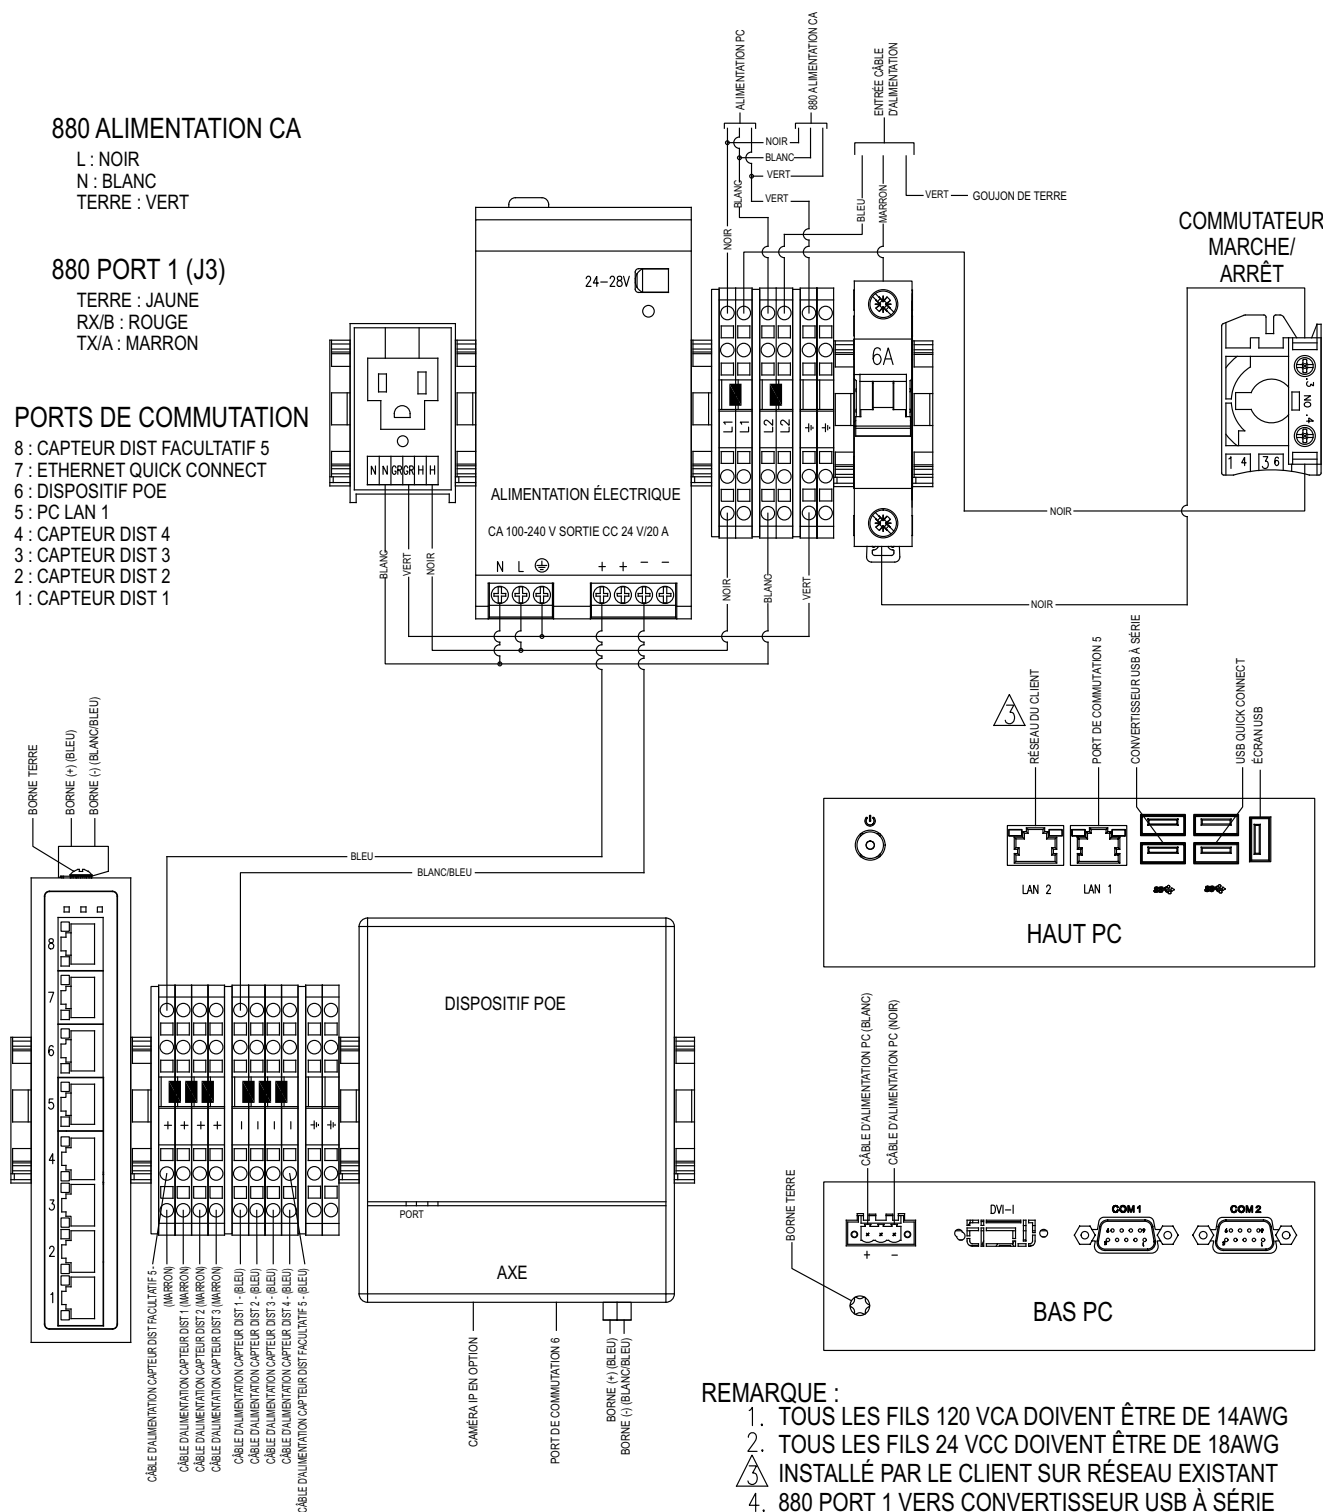
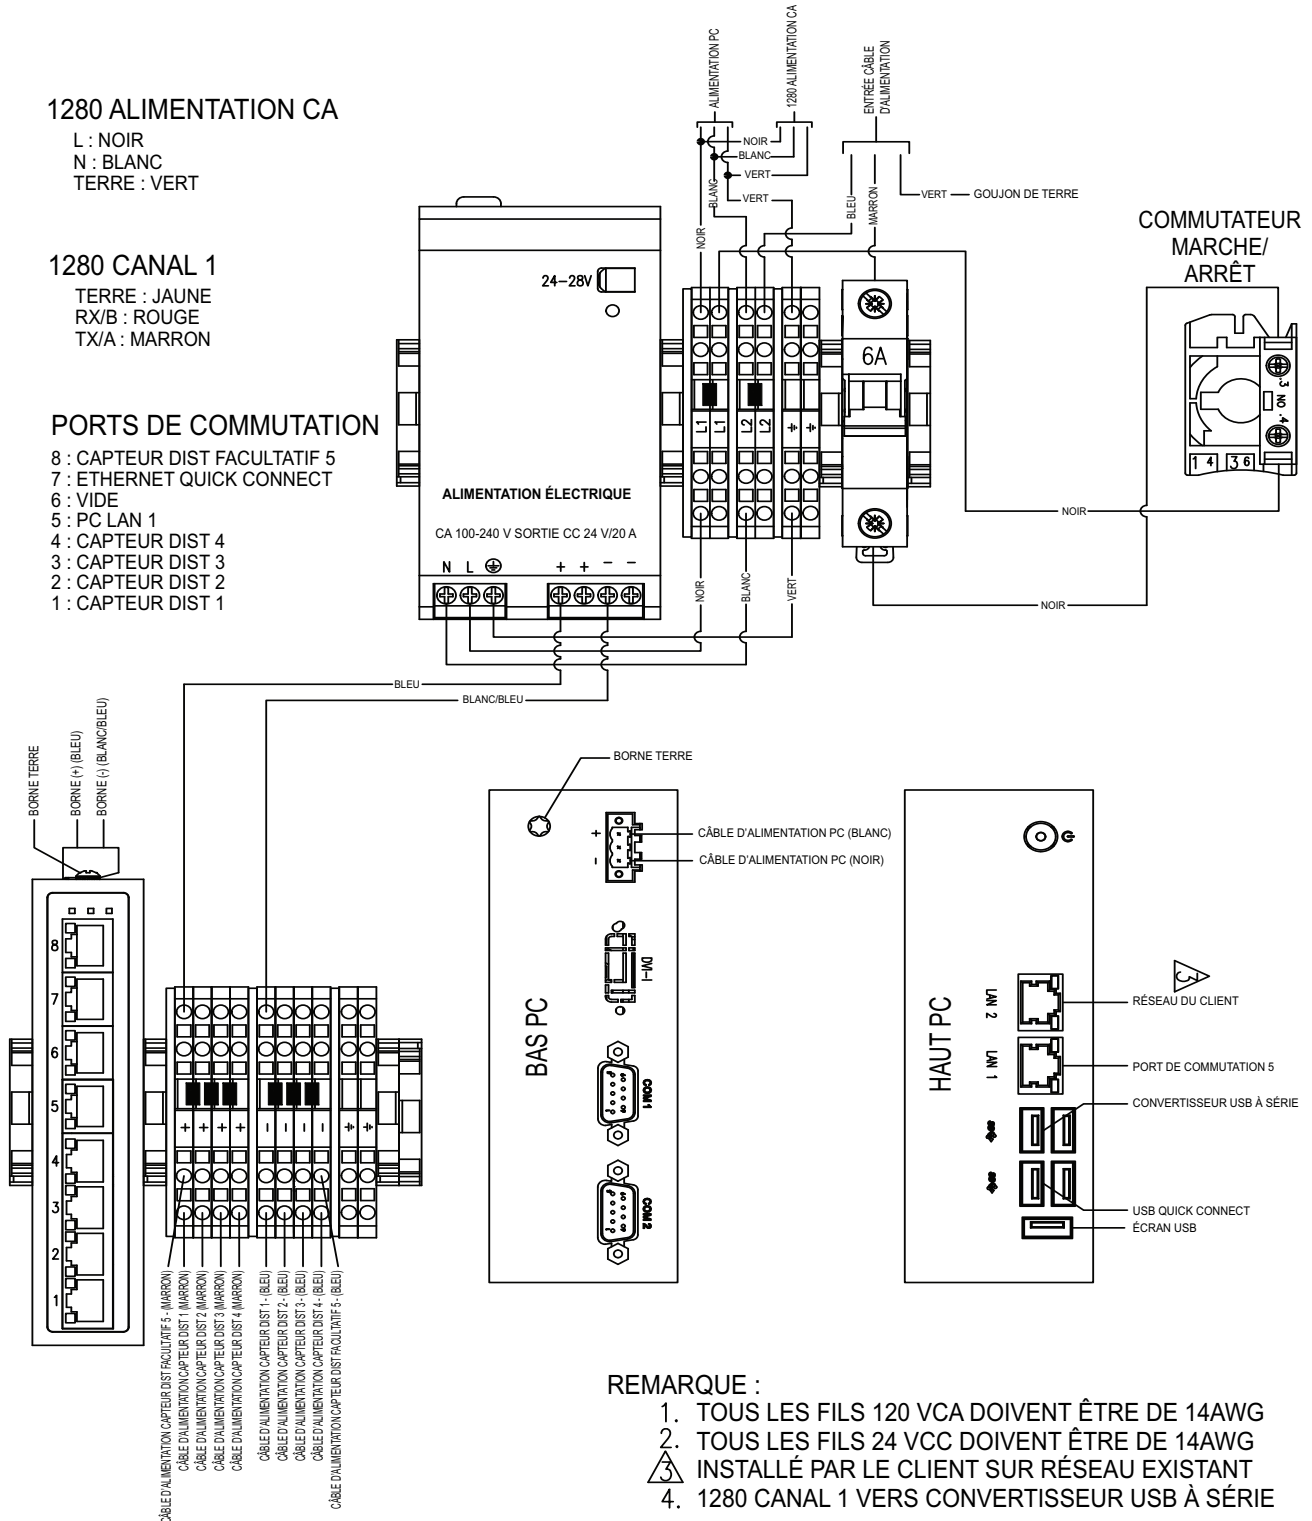

Figure 3-20. Schéma de câblage 880
Figure 3-21. Schéma de câblage 1280
8. Dénudez et connectez le câble « homerun » de la balance SUMMIT 3000 à l'indicateur (Figure 3-20 pour indicateur 880 et Figure 3-21, page 28 indicateur 1280).